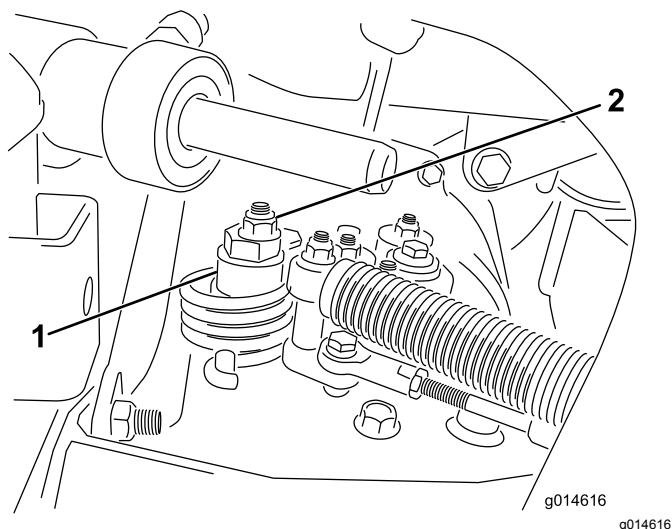

Figura 33
A. Liberte a porca que fixa o disco excêntrico ao cima do hidróstato (Figura 33).
C. Rode o disco excêntrico até eliminar a deslocação em qualquer um dos sentidos. Quando a roda deixar de rodar, aperte a porca, bloqueando deste modo o disco excêntrico e fixando a posição de ajuste (Figura 33). Verifique se o ajuste é o adequado colocando o acelerador nas posições LENTO e RÁPIDO.